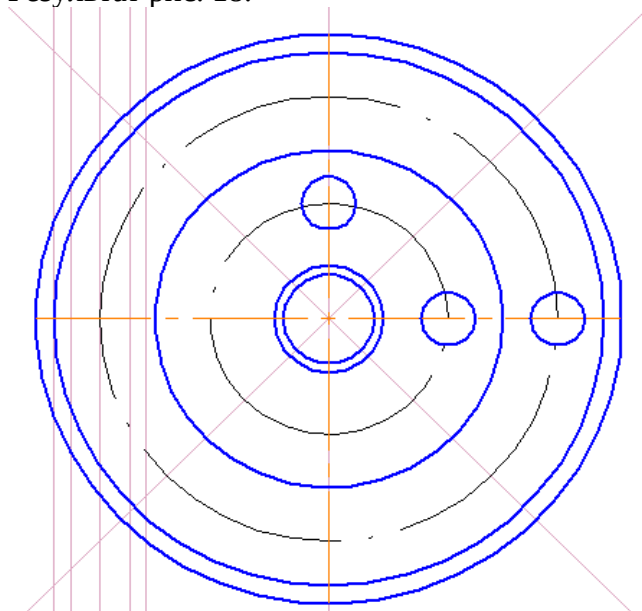

Рис. 18
- i. Укажите оси окружности X и У. Появятся 2 биссектрисы, укажите обе. Результат рис. 18.